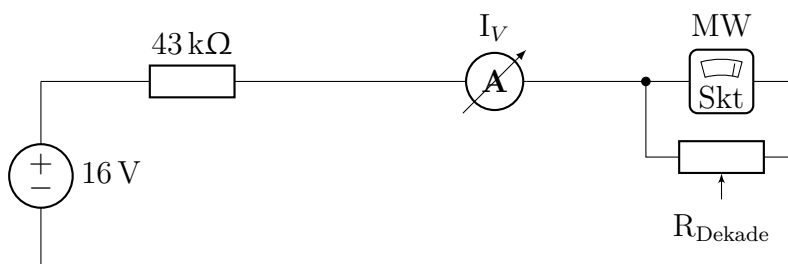

Abbildung 4: Schaltung als Ampèremeter und zur Messung des Innenwiderstandes
- b) Zur Bestimmung des Innenwiderstandes R_i des Messwerkes MW schalte man parallel zu letzterem eine Widerstandsdekade (Abb. 4) und stelle sie so ein, bis das Messwerk genau den halben Ausschlag anzeigt.
- Man stelle den Messbereich des Messwerkes mit Hilfe des Vielfachinstrumentes und der Widerstandsdekade auf den Strombereich von zunächst $300\ \mu\text{A}$ und dann von $150\ \mu\text{A}$ ein (Abb. 4). Wie groß sind die eingestellten Parallelwiderstände R_p ?